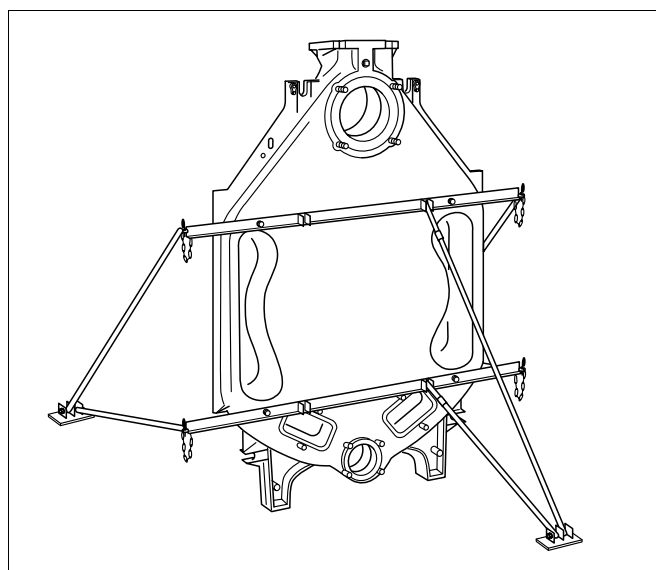
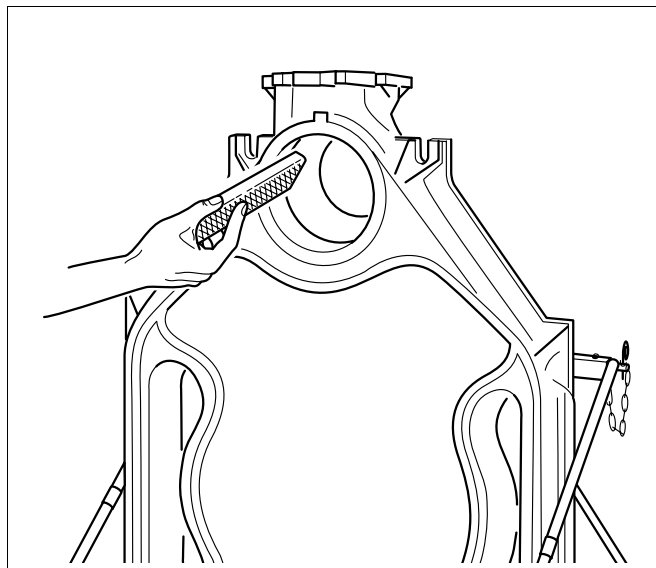

Fig. 8 Fixation du kit de montage
Fig. 9 Limage des bavures
- Monter et stabiliser l'élément arrière à l'aide du kit de montage pour qu'il ne puisse pas tomber (voir fig. 8 et fig. 9, ainsi que la notice séparée du kit de montage).
- Eliminer les bavures éventuelles sur les moyeux (fig. 9).
- Limer les bavures éventuelles sur les moyeux (selon fig. 9).